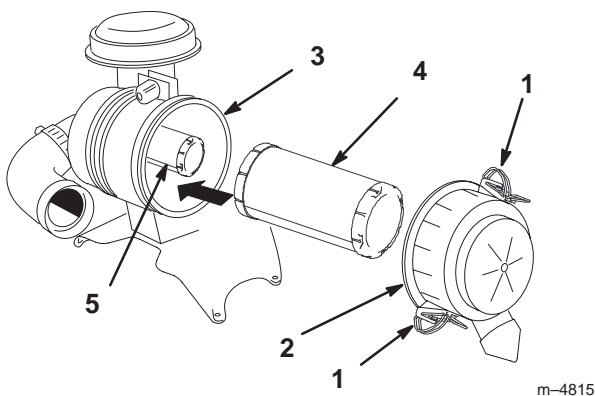

Figure 38
3. Dégagez les fixations du filtre et ôtez le couvercle du corps du filtre (Fig. 38).
5. Sortez l'élément primaire du corps du filtre avec précaution (Fig. 38). Évitez de cogner l'élément à l'intérieur du corps.
2. Si vous remplacez l'élément de sécurité, insérez-le avec précaution dans le corps du filtre (Fig. 38).
3. Installez ensuite l'élément primaire sur l'élément de sécurité avec les mêmes précautions (Fig. 38). Assurez-vous qu'il est bien engagé en appuyant sur le rebord extérieur de l'élément quand vous l'installez.
4. Reposez le couvercle, le côté portant l'inscription **UP** étant tourné vers le haut, et verrouillez les fixations (Fig. 38).